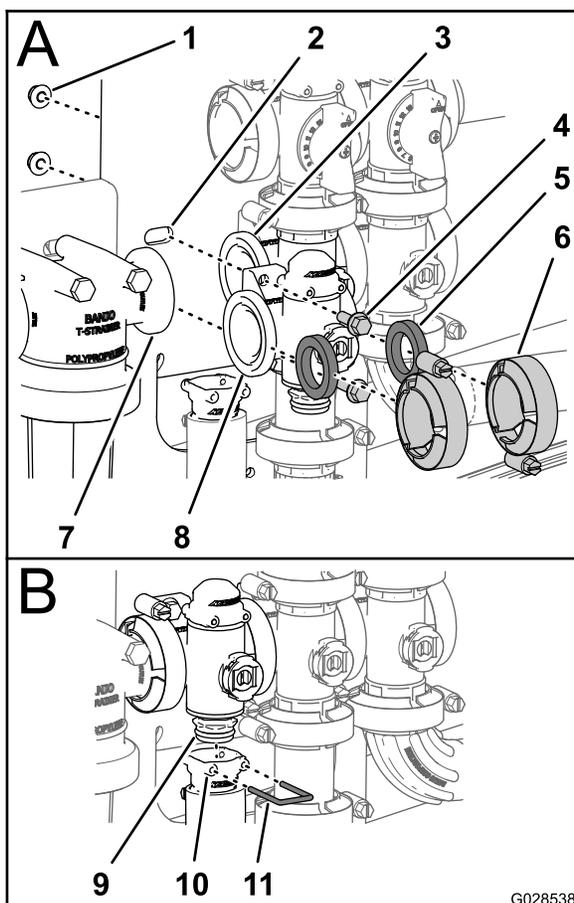

Рисунок 111
1. Установите прокладку между фланцами коллектора клапана регулирования интенсивности опрыскивания и головкой фильтра линии нагнетания (А на Рисунок 111).
2. Смонтируйте коллектор клапана регулирования интенсивности опрыскивания, прокладку и головку фильтра линии нагнетания с помощью фланцевого хомута, затянув его от руки (вид А на Рисунок 111).
3. Установите прокладку между фланцами клапана регулирования интенсивности опрыскивания и коллектором клапана перемешивания (вид А на Рисунок 111).
перемешивания с помощью фланцевого хомута, затянув его вручную (А на Рисунок 111).
5. Присоедините клапан регулирования интенсивности опрыскивания к креплению клапана при помощи двух болтов с фланцевыми головками и двух фланцевых контргайк (вид А на Рисунок 111), снятых при выполнении действий, описанных в пункте 3 раздела Снятие коллекторного клапана управления нормой внесения (страница 83), и затяните гайку и болт с моментом от 10 до 12 Н·м.
6. Установите выпускной штуцер на штуцер муфты в нижней части коллектора клапана регулирования интенсивности опрыскивания (вид В на Рисунок 111).
7. Прикрепите выпускной штуцер к штуцеру муфты, вставив держатель в гнездо выпускного штуцера (вид В на Рисунок 111).